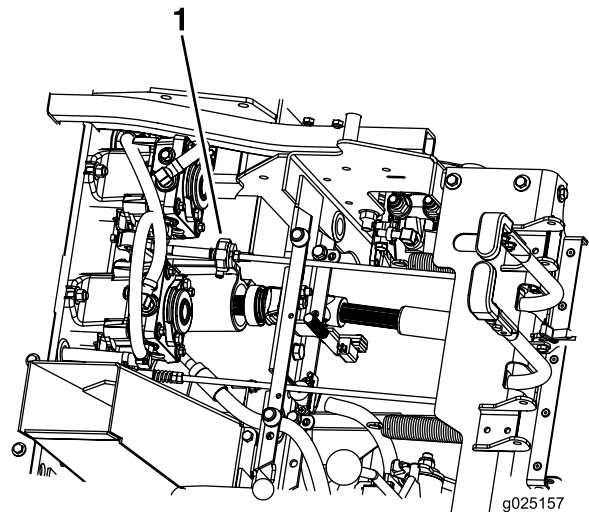

Figura 44
6. Verifique que la máquina no se deslice cuando esté en posición de PUNTO MUERTO y con el freno de estacionamiento desengranado (Figura 44).